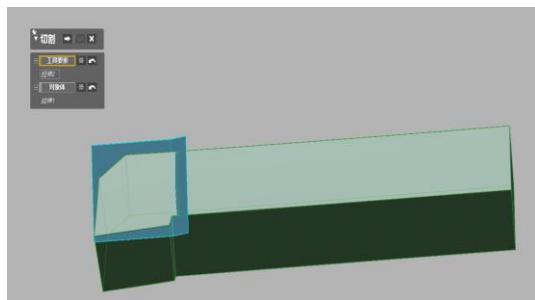
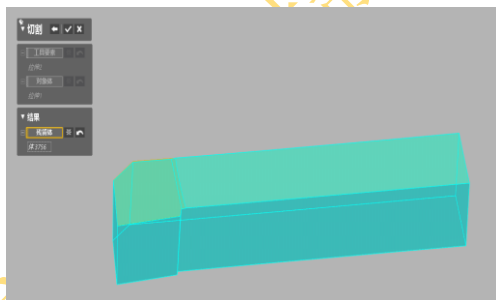
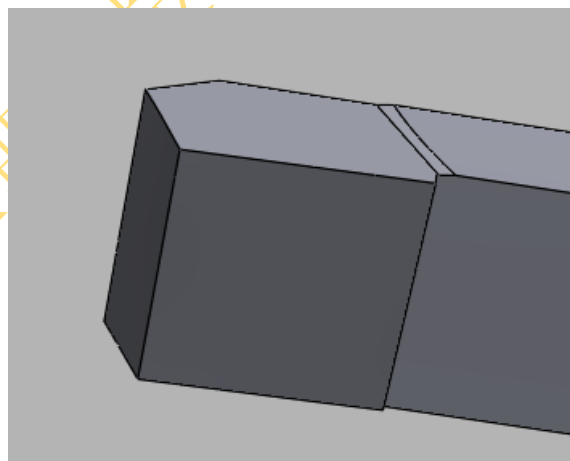

图 4.49 切割对话框
图 4.50 选择残留体
图 4.51 切割后的刀头部分
4) 点击菜单栏模型〉切割图标, 弹出切割对话框, 工具要素选拉伸 2, 对象体选拉伸 2, 如图 4.49 所示, 点击下一步, 选择要保留残留体, 如图 4.50 所示, 点击确定完成实体的切割, 如图 4.51 所示。